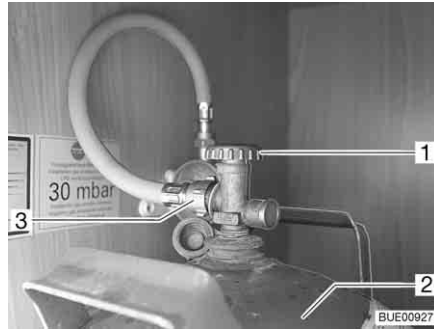

Fig. 162 Compartiment à gaz
- Fermer le robinet principal (Fig. 162,1) de la bouteille de gaz (Fig. 162,2). Observer le sens de la flèche.
- Dévisser à la main la lyre (Fig. 162,3) de la bouteille de gaz (filetage à gauche).